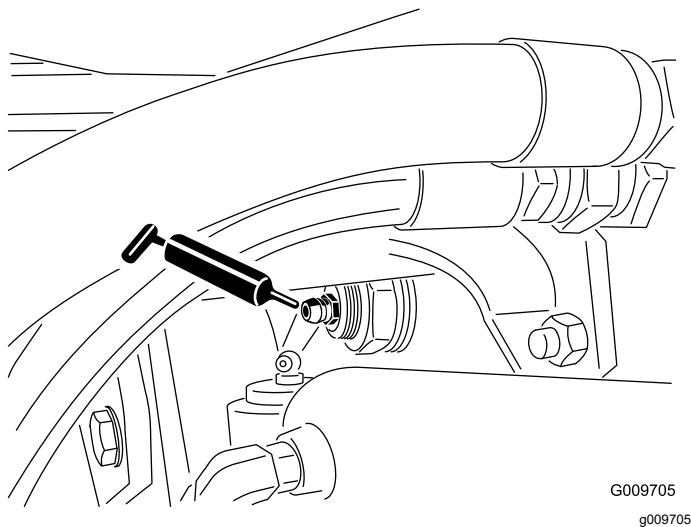

Figura 82
- Boccole orientabili dell'assale posteriore (2) come illustrato nella Figura 82